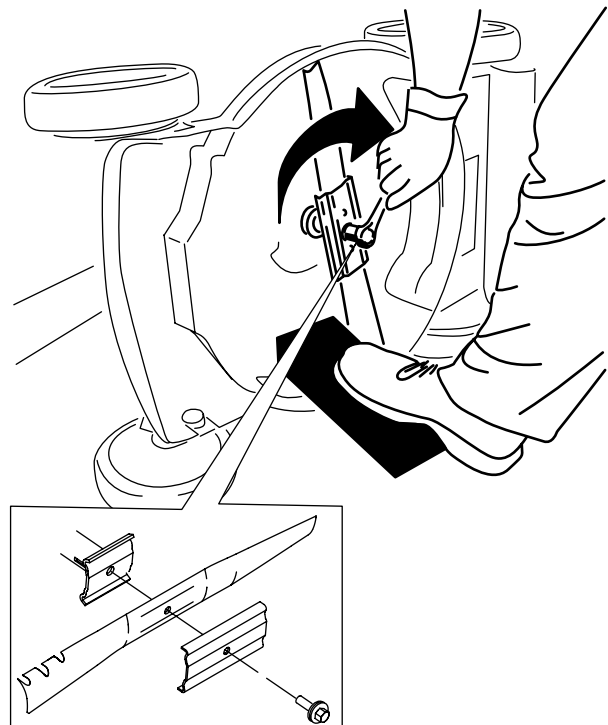

Bild 21
4. Installieren Sie das neue Messer und die Messerschraube (Bild 21).